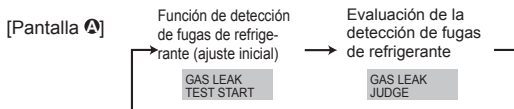

Fig. 8-2
- Pulse el botón **CLOCK** y seleccione [GAS LEAK TEST START] (INICIO DE PRUEBA DE FUGAS DE GAS). (Fig. 8-2)